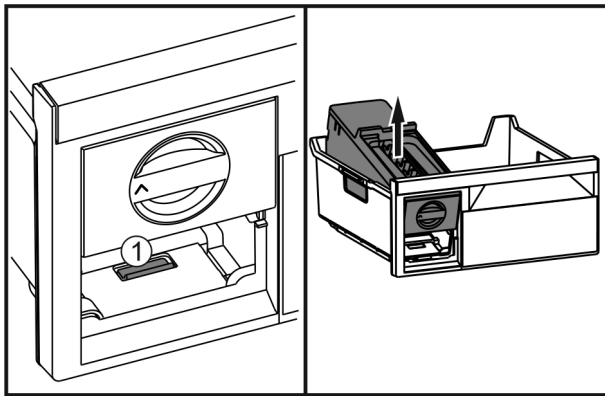

Fig. 42
- ▶ Appuyer sur la languette Fig. 42 (1), soulever l'EasyTwist-Ice depuis l'arrière et le faire sortir du tiroir de congélation.